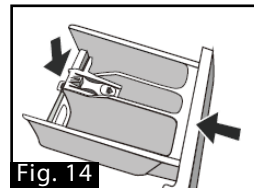

Fig. 14
4. Vuelva a colocar la tapa del suavizante y empuje la cubeta nuevamente a la posición cerrada (Fig. 14).